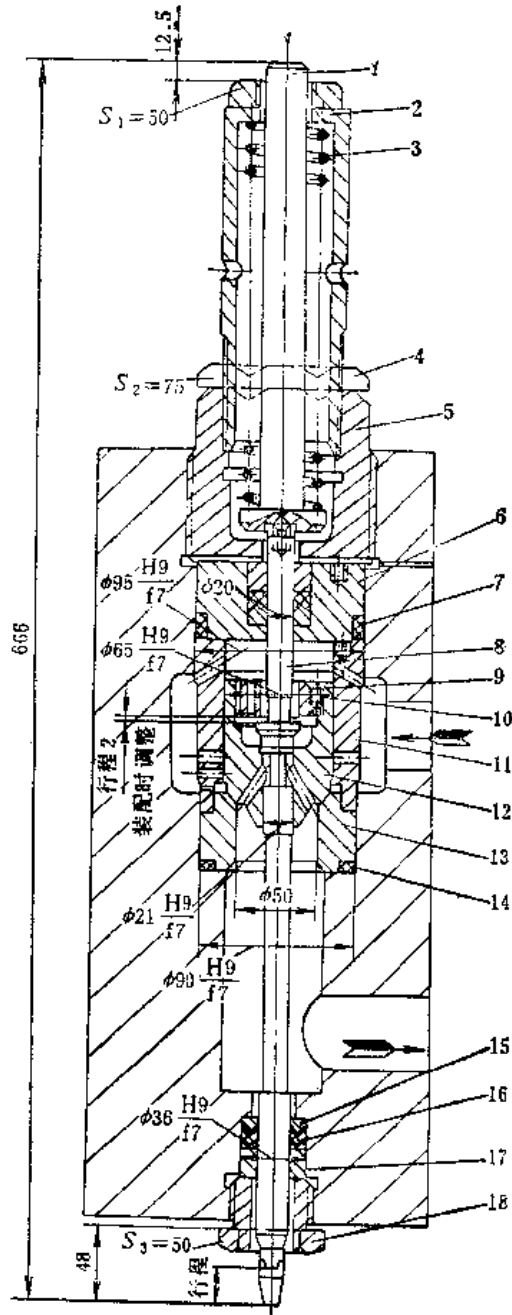
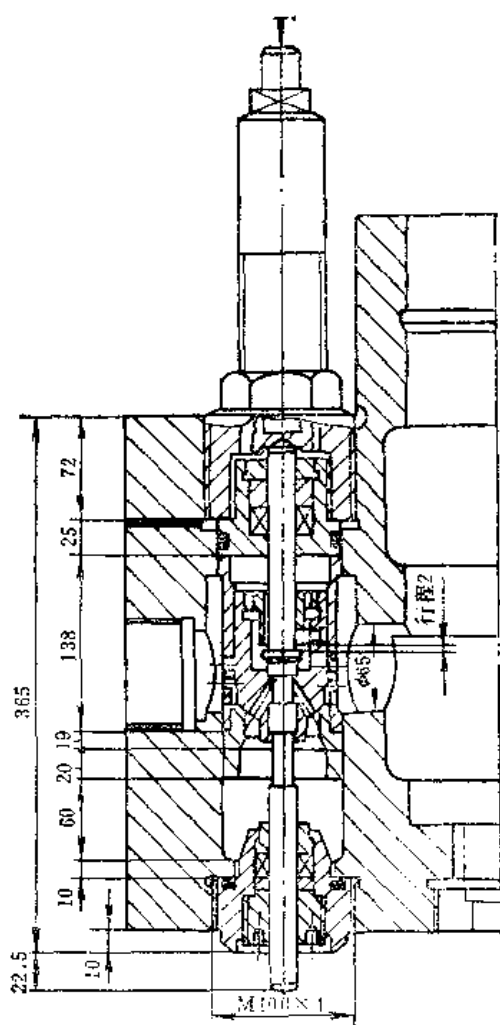

图13-3-6 Dg50进水阀
图13-3-7 进(排)水阀的密封装置的改进
(2) 进、排水阀密封装置的改进 如图13-3-6所示，为了防止漏损，共在4处放置密封。固定件的密封用“O”形密封圈；活动件密封用“U”形密封圈，在使用中，密封圈的外形尺寸和质量都必须符合要求。在安放“U”形密封圈时要特别注意，支承环上的过水小孔不要被皮碗夹住，要使高压水将皮碗两翼撑开，提高密封效果。较陈旧的进、排水阀，更换“U”形下密封时，需将全部零件从上面拆出，非常麻烦，而且这个下密封也是容易坏的。在修理中改成如图13-3-7所示结构，更换“U”形下密封圈时，可将大螺母一并拧下来，在外面将密封换好后，再一并拧入，比较简便。
(3) 关于限程螺塞的定位 限程螺塞可以限制卸压阀的空行程（一般为2mm），并保证了“卸压通道”F2截面的大小，对于主阀的打开关系甚大。为了防止其松退，过去都采用在螺塞边缘打骑缝螺钉，(如图13-3-6中10)。在使用中螺钉容易
在修理中，第 1 个措施是将工作缸的排水阀加大，由原来的  $\phi 40$  改为  $\phi 62$  (其进水阀为  $\phi 70$ )，排水管由  $\phi 60 \times 5$  改为  $\phi 114 \times 10$ 。没有制作新阀体，而是利用主分配器的旧阀体钻孔后换上  $\phi 62$  的新阀芯，并将该阀体上所有的 4 个“U”形下密封装置改成如图13-3-7所示的那种结构。便于维修和更换。